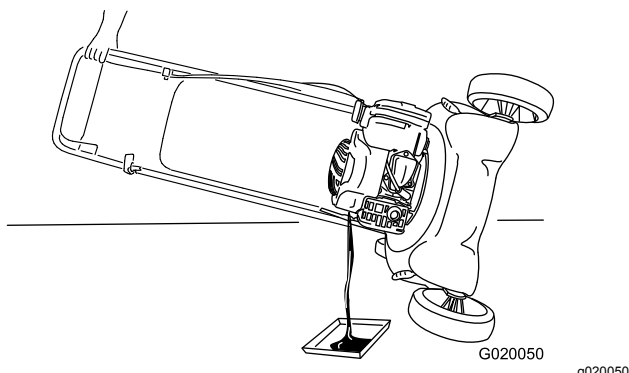

**Bild 21**
4. Kippen Sie die Maschine seitlich (Luftfilter nach oben), um das Altöl aus dem Öleinfüllstutzen abzulassen (Bild 21).